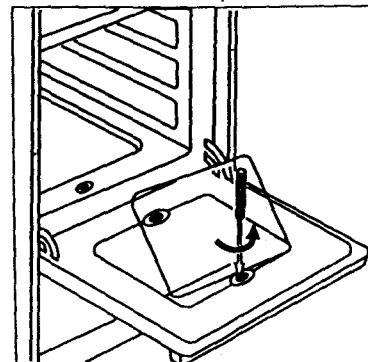

Рисунок 17 - Снятие внутреннего стекла дверцы жарочного электрошкафа
- Внутреннее стекло дверцы жарочного электрошкафа можно снять, отвернув два винта с внутренней стороны дверцы, что позволяет помыть смотровое окно со всех сторон (рисунок 17).